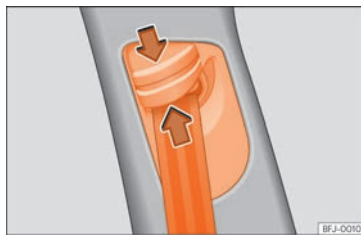

Abb. 29 Bei den Vordersitzen:
- Umlenkbeschlag in Richtung der Pfeile zusammendrücken und halten >>> (Abb. 29).